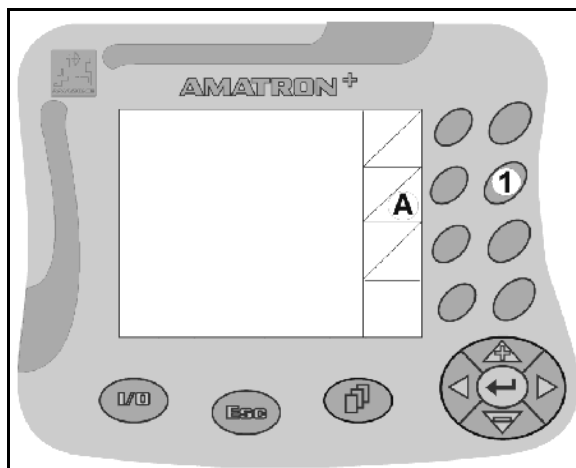

Рис. 14
Чтобы сохранить поле, оператор нажимает соответствующую функциональному полю **A** (Рис. 14/1) клавишу (Рис. 14/2).
-  Принятие сделанного выбора (Рис. 14/3).